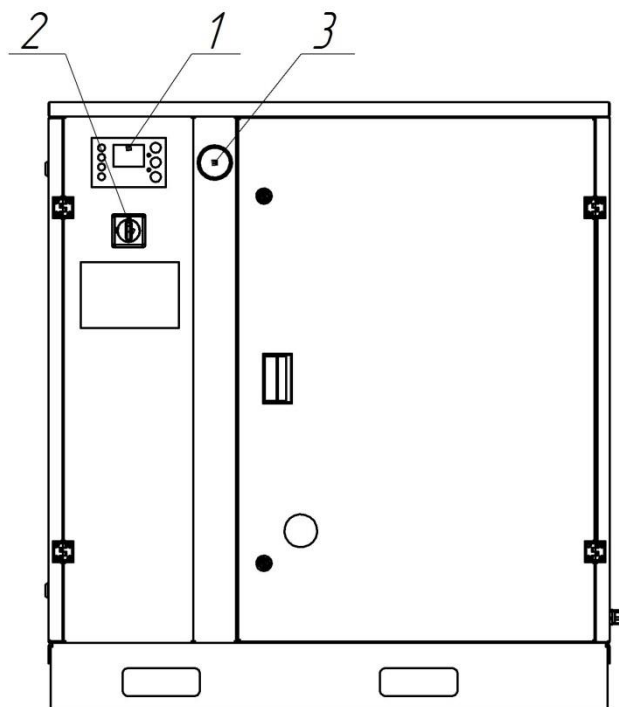

Рисунок 6
**13 – Панель управления** (см. рисунок 1). На лицевую сторону панели управления вынесены следующие органы управления, контрольно-измерительная и сигнальная аппаратура (рисунок 6):